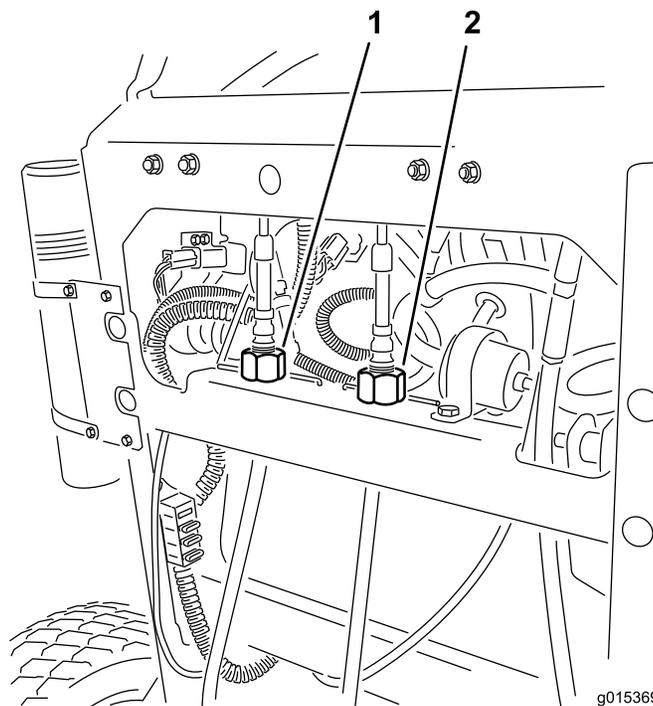

Figura 55
4. Rode o ajuste do cabo direito para posicionar o controlo de movimento direito na ranhura de bloqueio neutra do centro do painel de controlo (Figura 55).